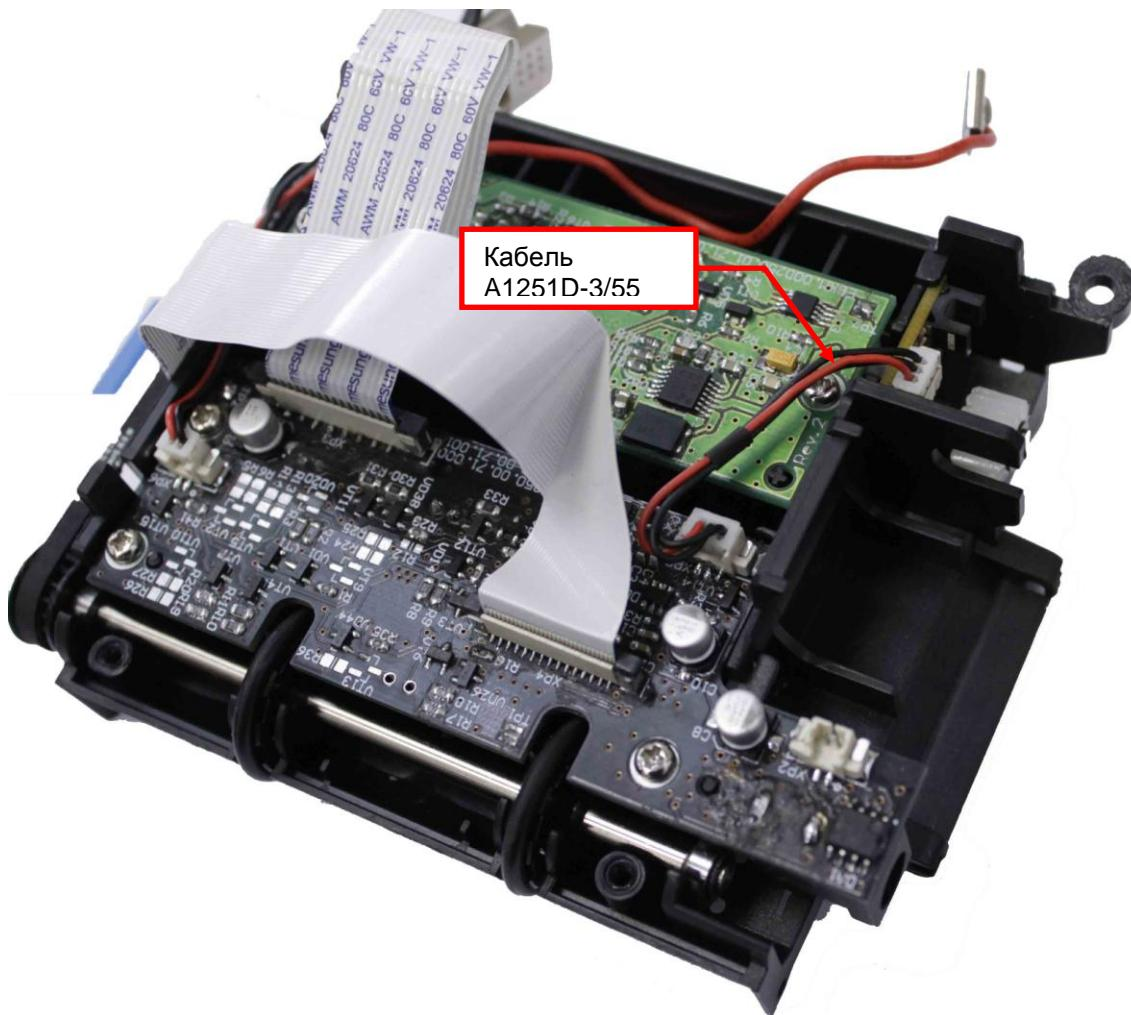

Рисунок 9.26
**9.12.2** Отсоедините от модуля синхронизации кабель A1251D-3/55 (см. рис.9.26).